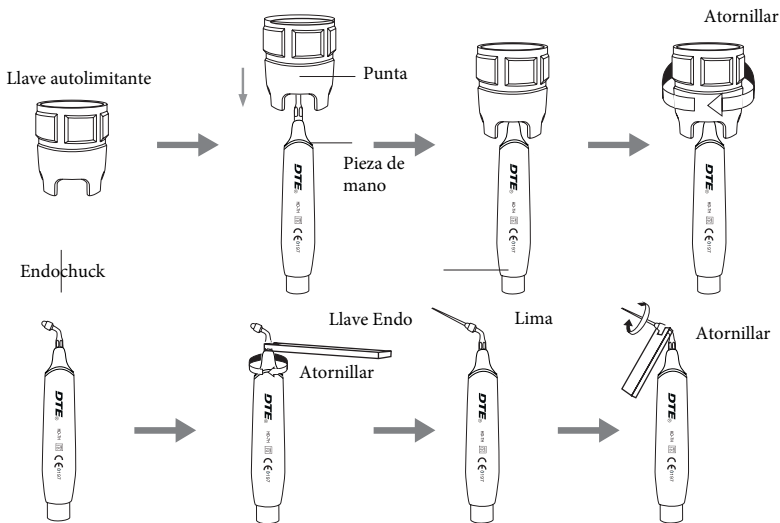

Figura 6
i) Seleccione la punta adecuada, atónillela en la pieza de mano de forma ajustada con la llave autolimitante (Ver figura 6).
2.1.3 Instrucciones llave autolimitante (Ver Figura 6)
① Coloque la punta de scaling en la llave limitante y siga la figura 6.
② Instalación de punta: Sostenga la pieza de mano, gire la punta como se muestra en la figura 6 con la llave autolimitante. Gira una vez más cuando la punta se detenga, entonces la punta estará correctamente instalada.
③ Desinstalación de punta: Sostenga la pieza de mano, gire la punta en contra de las agujas del reloj.
④ Puntas deben esterilizarse en autoclave tras cada tratamiento.
⑤ La llave autolimitante debe dejarse enfriar tras esterilización para evitar quemaduras.
⑥ Mantenga la llave autolimitante en un lugar limpio, seco y ventilado.
- a) Coloque la endochuck en la pieza de mano utilizando la llave Endo (Figura 6).